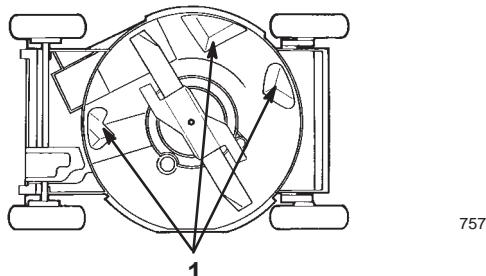

Figure 18
Pour préserver la qualité de tonte, il faut que le dessous du carter de tondeuse reste propre. Veiller particulièrement à ce que les plaques de déflection ne soient pas couvertes de débris (Fig. 18).
3. Basculer la tondeuse sur le côté gauche (Fig. 18).